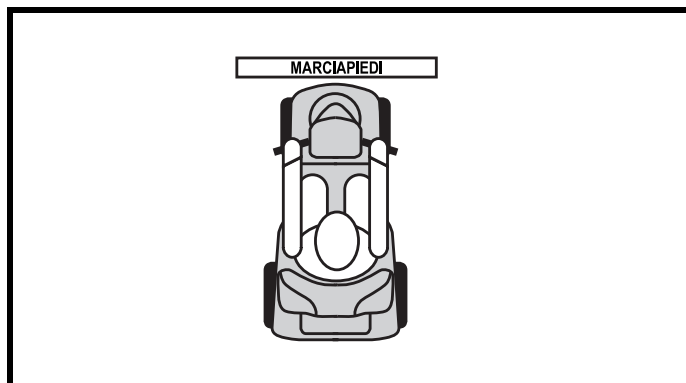

Figura 2. Approccio al marciapiede (corretto)
Adottare la massima cautela nella percorrenza in prossimità delle superfici rialzate, sporgenze non protette, e/o dislivelli in discesa (marciapiedi, porticati, scale, ecc.). Accertarsi di procedere con la Carrozzina posizionata perpendicolarmente rispetto al marciapiede che si deve percorrere. **Vedere la figura 2.**
1. Avvicinare lentamente il marciapiede o l'ostacolo. **Vedere la figura 2.**
1. Avvicinare lentamente il marciapiede o l'ostacolo e verificare che la Carrozzina elettrica stia viaggiando perpendicolarmente all'ostacolo. **Vedere la figura 2.**